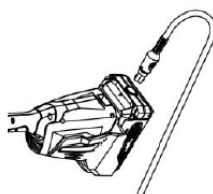

Fig.6
3. Connectez/débranchez la batterie avec l'outil via le câble de connexion (Fig. 6).